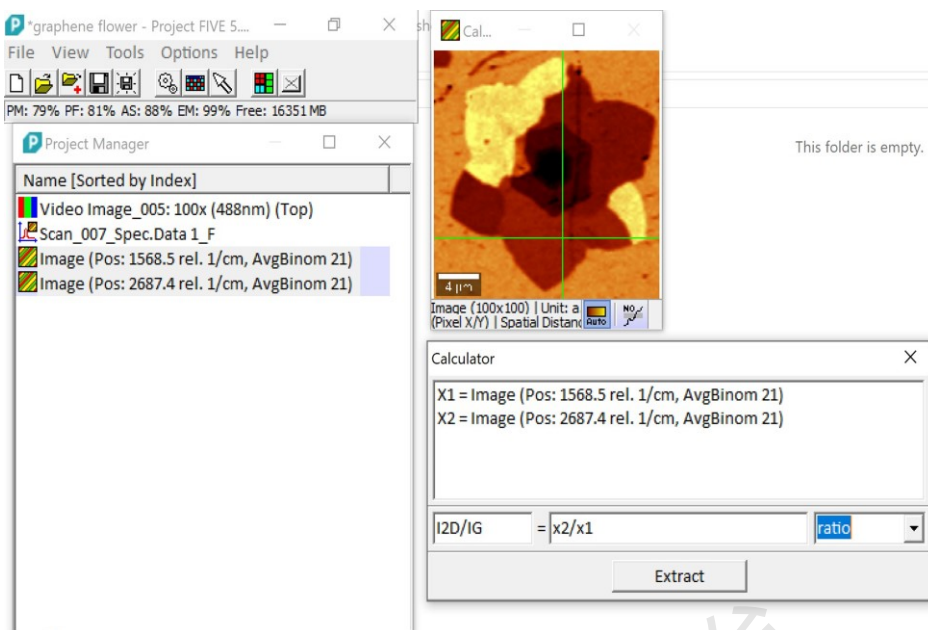

图 6-30 图像运算【Calc】处理
3. 图像运算【Calc】处理需要同时拖放两幅图像，如图 6-30 所示，然后在弹出的窗口进行两幅图之间的运算。可以实现的运算包括：1) 计算拉曼图像强度比 (石墨烯的 I2D/IG)，材料内部应力-拉曼峰位图像运算。2) 拉曼成像光谱数据与拉曼单谱/多个谱之间的运算，也包括线扫描与时间序列数据。3) 同一次及同像素拉曼成像的图像之间运算。